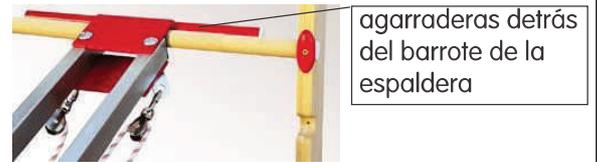

Figura 8
Regule la inclinación del banco de musculación colocando la placa con barra (5) en una de las barras de la espaldera como se indica en la figura 8. No utilice las barras de espaldera que estén a una altura superior a 1,25 m.